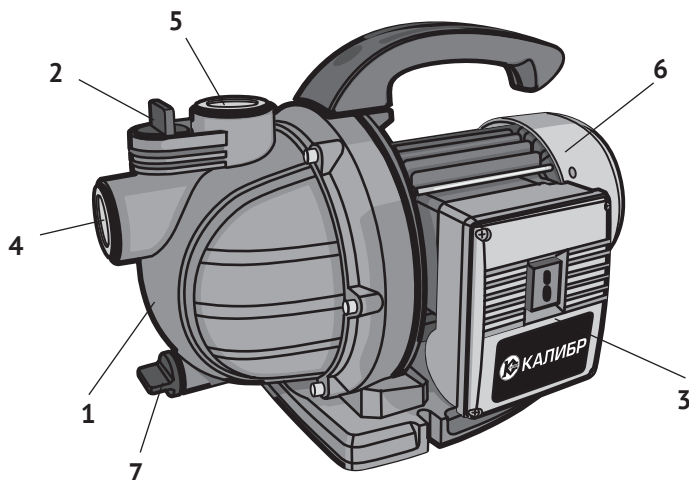

рис. 1
Насос – гидравлическая машина, преобразующая механическую энергию приводного двигателя в энергию жидкости, обеспечивающую её движение. Привод насоса осуществляется однофазным асинхронным двигателем переменного тока (рис.1 поз.6). На якорь двигателя крепится латунное рабочее колесо (крыльчатка) насоса, расположенное в пластиковом корпусе (рис.1 поз.1). На корпусе насоса указано направление вращения рабочего колеса. Входное (всасывающее рис.1 поз.4) и выходное (нагнетающее рис.1 поз.5) отверстия имеют внутреннюю резьбу 1 дюйм.
1.6 Общий вид насоса представлен на рис.1
- после электрического подсоединения, блок управления (рис.1 поз.3) должен быть плотно закрыт, чтобы избежать попадания в него влаги;
- выкрутить пробку заливного отверстия (рис.1 поз.2);